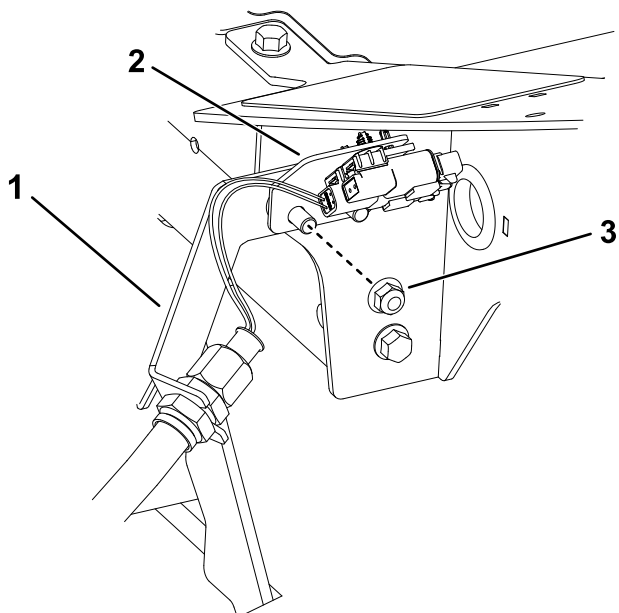

**Figure 28**
- Répétez la procédure pour les 4 autres plaques de fixation, comme montré de la Figure 25 à la Figure 28.